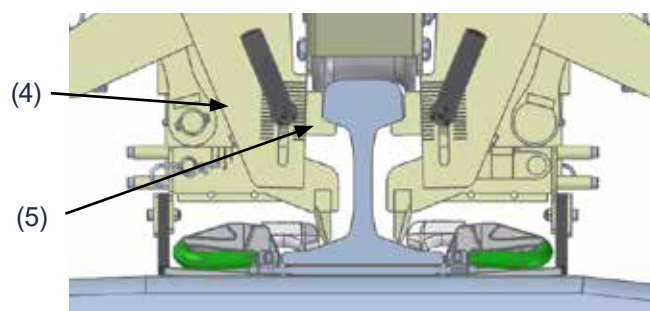

Fig 88.
8. Kör avbefästningscykeln till dess att referensarmarna (4) stänger. Kontrollera att de fyra referensstålen (5) passar profilen under rälshuvudet, Fig 88. Justera om nödvändigt.